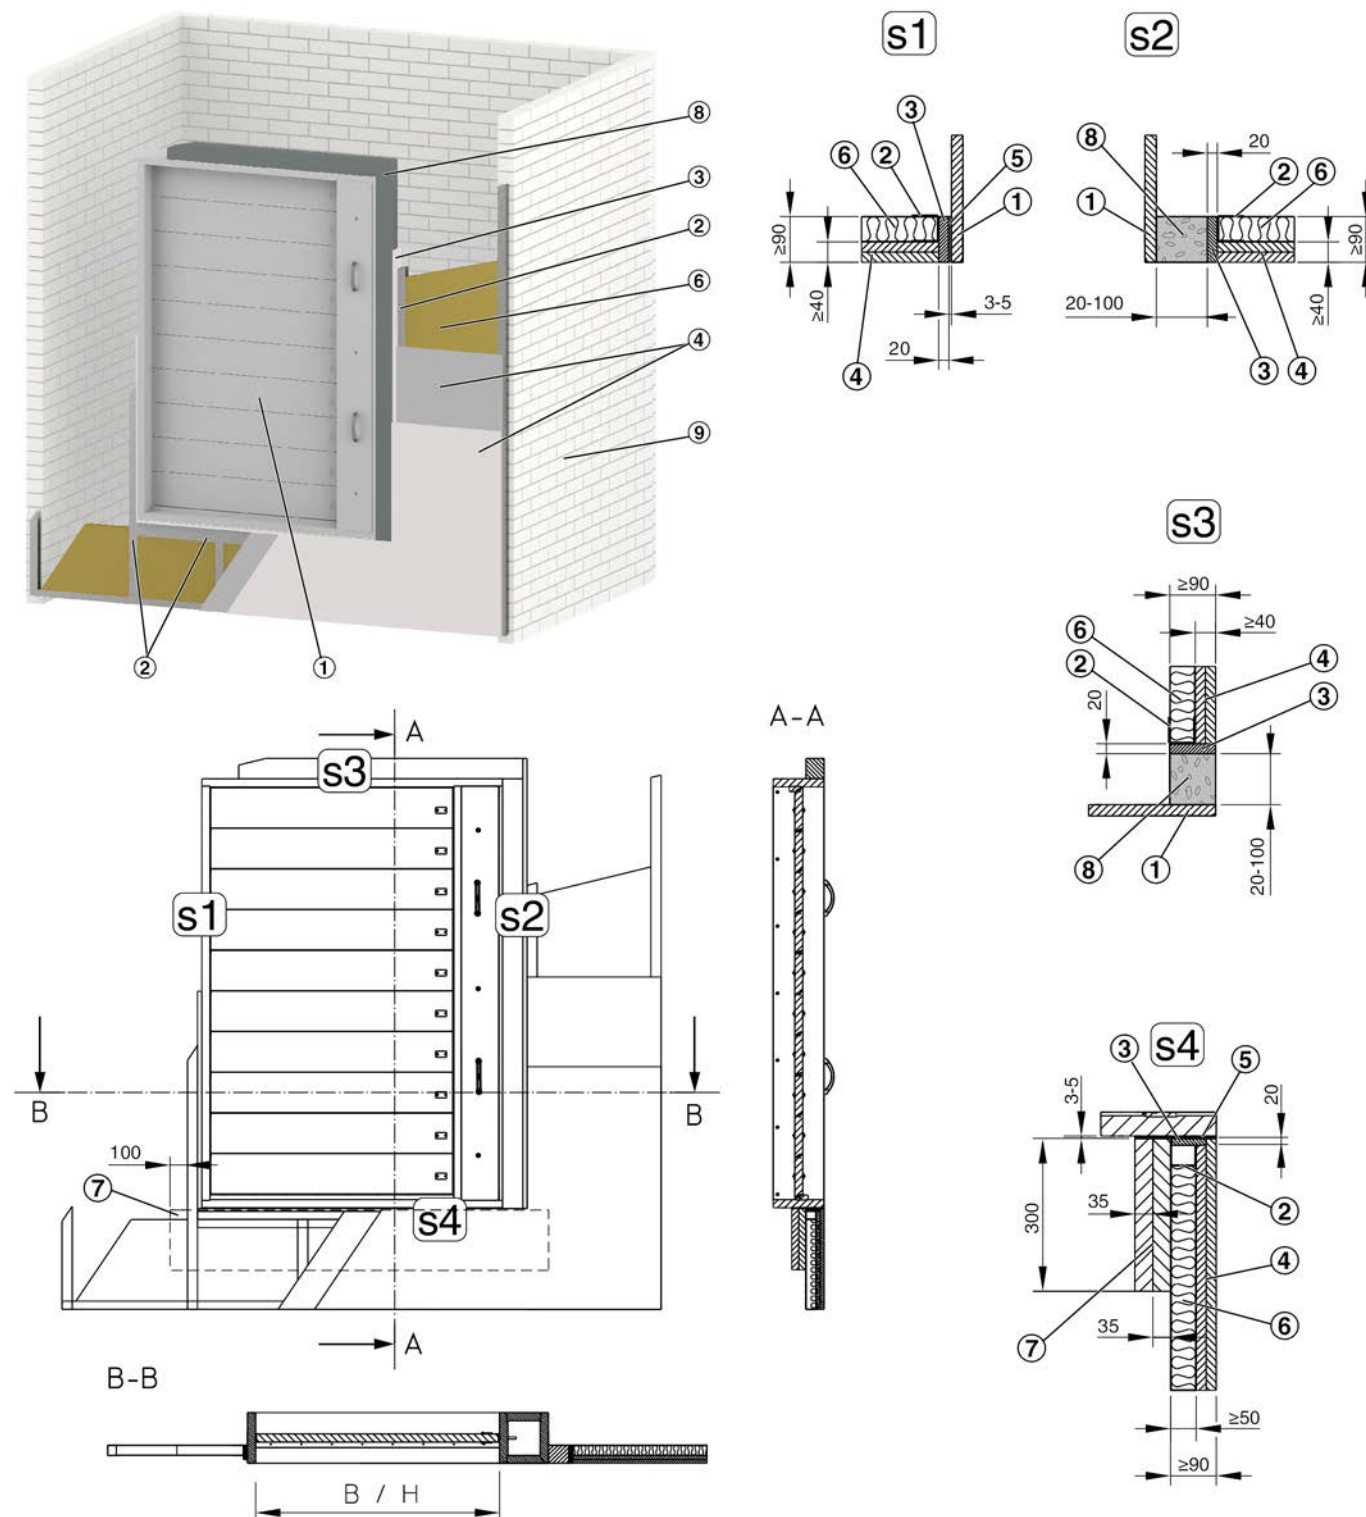

Fig. 26: Montasje i lett sjaktvegg
2. ▶ Lag trimpaneler (Fig. 26 /3).
3. ▶ Lag forsterkningsbord (Fig. 26 /7):